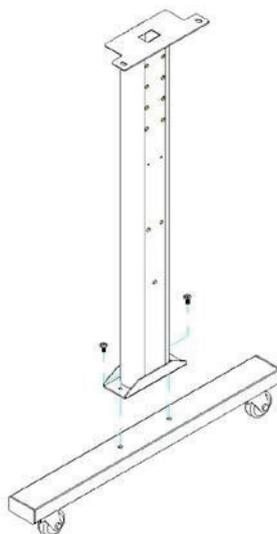

Рис. 2-1
- Двумя винтами прикрепить нижнюю опору к боковой опоре, получив Т-образную стойку (рис. 2-1).